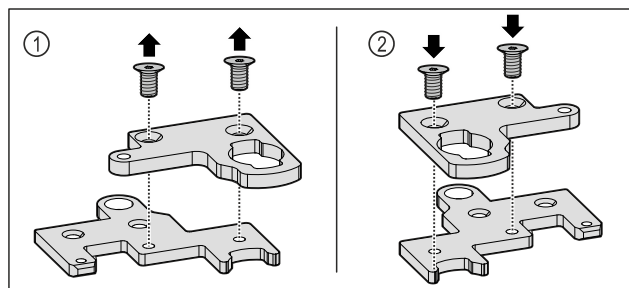

Fig. 31
- Disassemblare l'angolo della cerniera composto da due elementi. Fig. 31 (1)
- Ruotare l'angolo della cerniera composto da due elementi di 180° e rimontarlo. Fig. 31 (2)